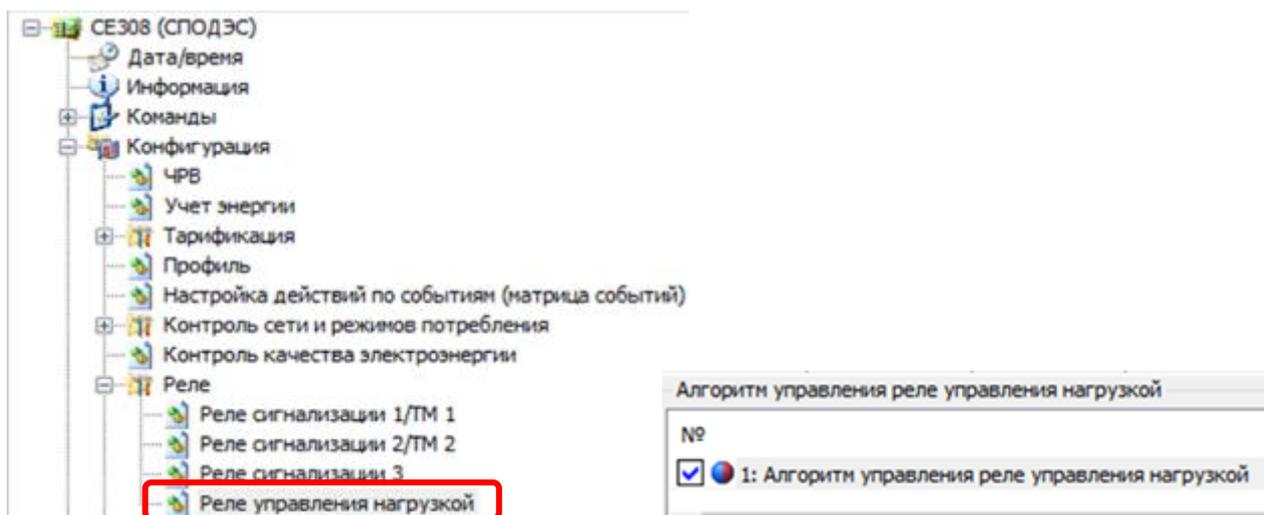

Рисунок 189 – Алгоритм управления реле управления нагрузкой.
6.9.8 Для РУН предусмотрен дополнительный параметр «Алгоритм управления реле управления нагрузкой» (ПО *AdminTools* в «Конфигурации» → «Реле» → «Реле управления нагрузкой»), (см. рисунок 189):